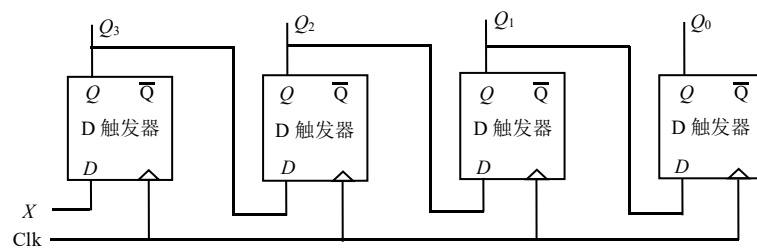

图 4.25 右移一位寄存器
12. 将图 4.25 所示的右移一位寄存器中 Q_3 和 Q_2 异或后送入输入端 X ，可构成一个线性反馈移位寄存器计数器。请分析该设计中 $Q_3Q_2Q_1Q_0$ 构成的状态编码转移情况，并分析总结其特点。